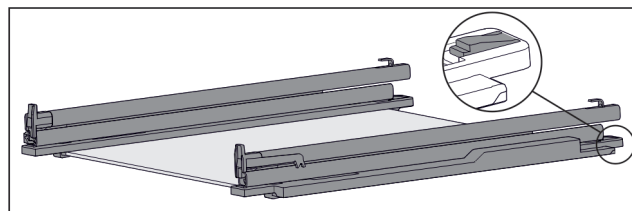

Fig. 110 Skleněná deska s koležnicí a přídržnými díly
- ▶ Přídržný díl vzadu stlačte dolů (viz Fig. 110) a současně zasuňte koležnicu dozadu.